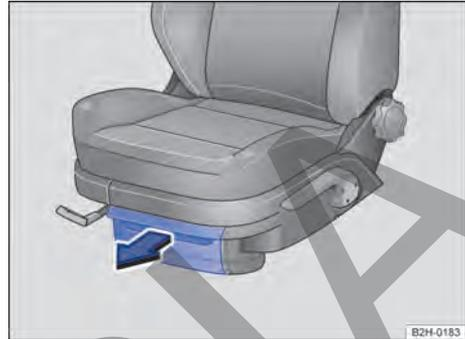

Fig. 114 Portaobjetos debajo de los asientos delanteros: portaobjetos con tapa.
- Tire de la tapa hacia delante → Fig. 114.
- Presione la tapa hacia atrás, en el sentido contrario al de la flecha → Fig. 114.